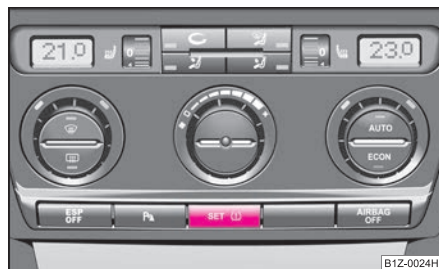

Fig. 186 Tecla para ajustar el valor de control de la presión de inflado de los neumáticos
- Pulse la tecla **SET**  $\Rightarrow$ fig. 186 durante más de 2 segundos. Mientras se pulsa se encenderá el testigo  en la tecla. Al mismo tiempo se memorizan los valores básicos, lo que se confirma con una señal acústica y el apagado del testigo .